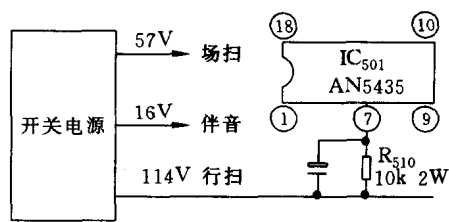

图 1-3-1 开关电源输出的各级电压
〔分析与检查〕 首先用万用表测量开关电源输出的各级电压：114V 端为 110V，57V 端为 33V，16V 端为 7.7V(见图 1-3-1)，可见各组输出电压均偏低，该机为 M11 机芯，其开关电源与行扫描电路存在有互相牵制的连带关系。开机有“嘟嘟”叫声，说明开关电源振荡频率与行频频率不同步，也即没有行频脉冲注入电源，造成电源输出电压偏低，所以决定检查行扫描集成电路 IC₅₀₁(AN5435)。首先测量 IC₅₀₁ 供电端⑦脚电压为 0V(正常值为 9.5V)，直观手摸供电电阻 R₅₁₀(10kΩ、2W)并无热感，说明流经其电流很小或无电流流过，由此判断电阻 R₅₁₀已损坏，焊下检查已开路。